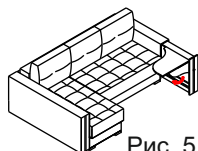

Рис. 5
- ⇨ Трансформировать элементы столика (Рис.5).